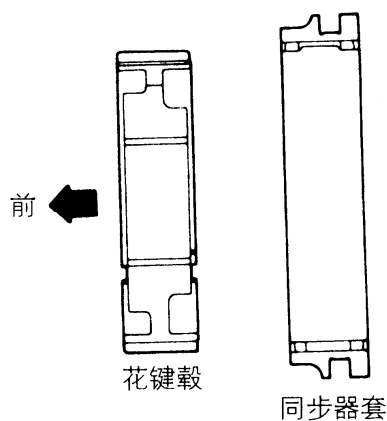
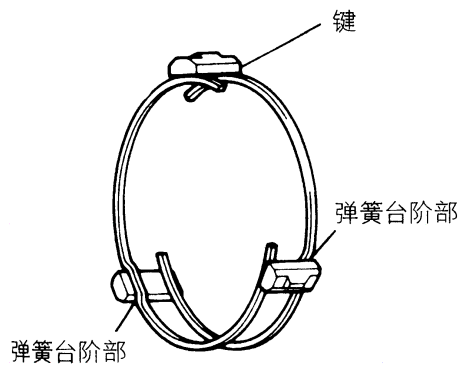

图 3-65 花键毂安装方向
图 3-66 安装同步器弹簧
(13) 安装超速/倒档同步器花键毂、超速/倒档同步器键、超速/倒档同步器弹簧、超速/倒档同步器套。装配同步器花键毂和套, 应保证花键毂和套滑动灵活平稳。按图 3-65 所示的安装方向将三只键装入花键毂的键槽内。如图 3-66 所示, 安装两只同步器弹簧, 在安装弹簧时应保证前后弹簧的台阶部位于同步器键上, 但不应位于同一个键上。
(2) 装配同步器花键毂和套。花键毂和套滑动应灵活平稳。
(3) 按图 3-65 所示装配花键毂, 因为它有确定的安装方向。
(4) 将 3 只键装入同步器花键毂的键槽内。
(5) 将 2 只同步器弹簧装到同步器上。在安装同步器弹簧时, 应使前、后弹簧不要朝向相同的方向。